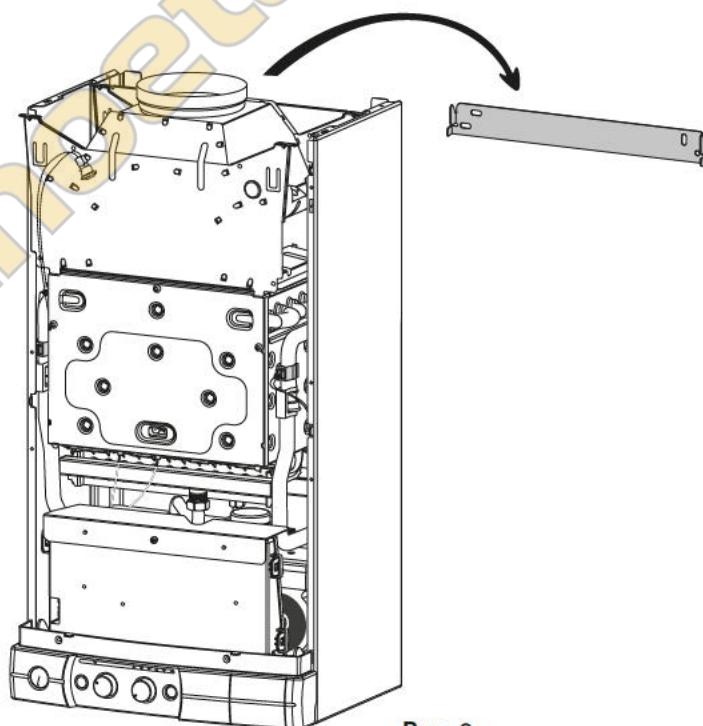

Рис. 8
- приложите водонагреватель к кронштейну и опустите до упора (рис. 8)